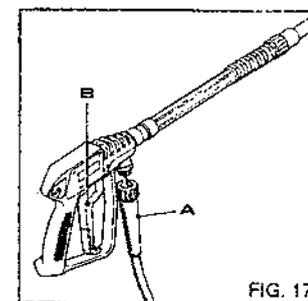

FIG. 17
- 4) Brancher le tuyau haute pression sur la lance (fig.17 A). Faire démarrer à nouveau le nettoyeur.
- 5) Appuyer sur le levier de la poignée, attendre que l'eau sorte, commencer le lavage (fig.17 B).